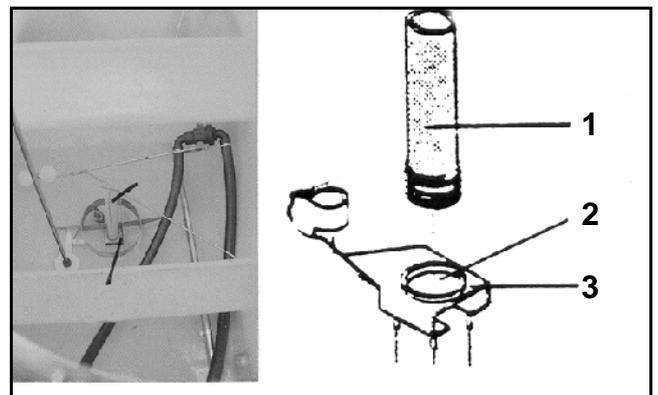

Fig. 10.3
Se recomienda el filtro de urea (Fig. 10.3/1), para que al cargar urea, no penetren partículas no disueltas de fertilizante en el sector de aspiración que bajo ciertas circunstancias pudiesen obturar el grifo de filtro (Fig. 10.3/2).
- Quitar el tapón de la apertura roscada (Fig.10.3/3) en el fondo del recipiente.
- Girando hacia la derecha enroscar el filtro de urea en el pie (Fig.10.3/3).